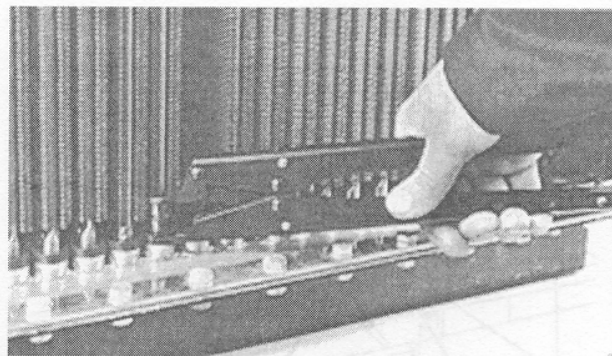

FIGURA 3-7. HERRAMIENTA DE MONTAJE (VJ6567)
1. Comience en la fila superior de los tubos. Use la herramienta rompedora (XA2307) para soltar el tubo que se va a sacar. Al usar esta herramienta, colóquela en la parte superior o inferior del tubo. Nunca la coloque en la mitad del tubo ya que se puede dañar. Use la herramienta rompedora para girar levemente el tubo dentro de los sellos para soltar el agarre. Consulte la Figura 3-7.